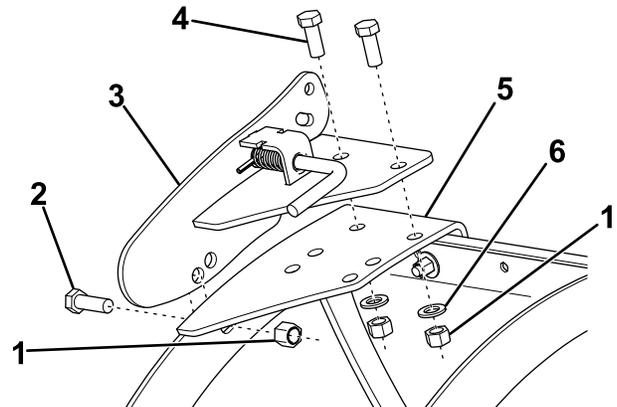

Bild 16
6. Befestigen Sie die Federhalterung mit zwei Schrauben ($\frac{1}{2}$ " x $1\frac{1}{4}$ "), Unterlegscheiben und Sicherungsmuttern an der Grundplatte der Federhalterung (**Bild 16**).
7. Befestigen Sie die Federhalterung mit einer Schraube ($\frac{1}{2}$ " x $1\frac{1}{2}$ ") und einer Sicherungsmutter (**Bild 16**) lose an der Seite des Pfluges.